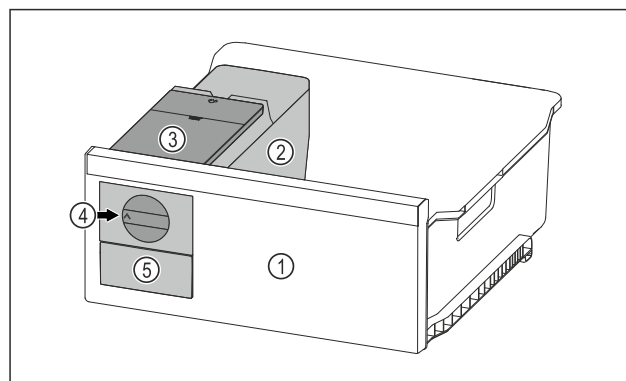

Fig. 120 Ilustrační zobrazení
- ▶ Otočte otočný knoflík Fig. 120 (4) ve směru hodinových ručiček až na doraz.
- ▷ Kostky ledu padají z misky na kostky ledu do zásuvky na kostky ledu Fig. 120 (5).